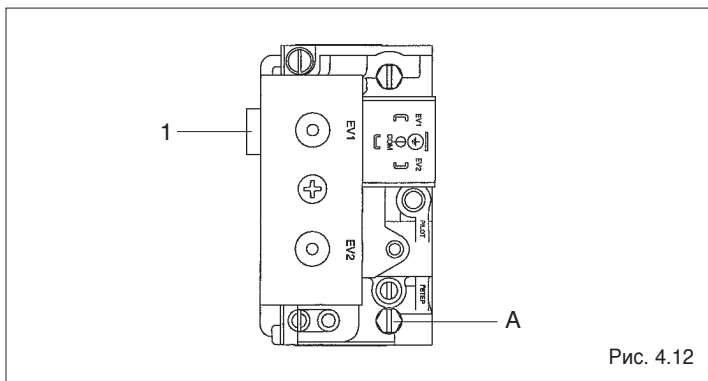
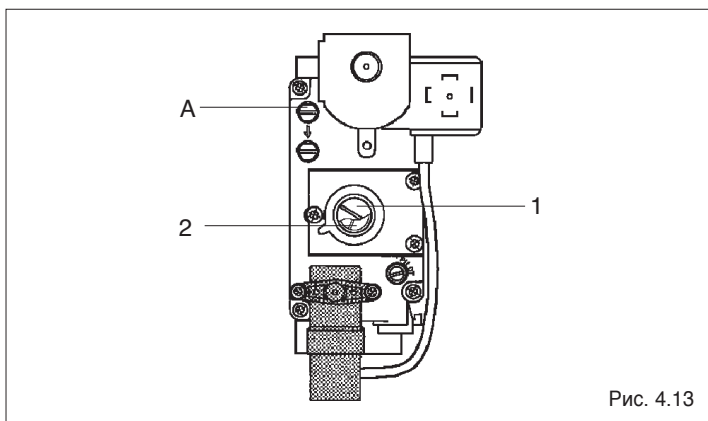

Рис. 4.12
Рис. 4.13
- Выверните на три оборота винт А (Рис. 4.12) на газовом клапане и присоедините манометр;
- Вращайте винт 1 (Рис. 4.12) пока давление на манометре не достигнет табличных значений (смотрите таблицу ниже);
- Отверните на три оборота винт А (Рис. 4.13) на газовом клапане и присоедините манометр;
- Открутите крышку 1 (Рис. 4.13) на газовом клапане;
- отключить регулятор давления на газовом клапане, закрутив до упора винт 1 (Рис. 4.12) или винт 2 (Рис. 4.13);
- отвинтите примерно на 3 оборота винт штуцера А (Рис. 4.12) и (Рис. 4.13) присоедините манометр;